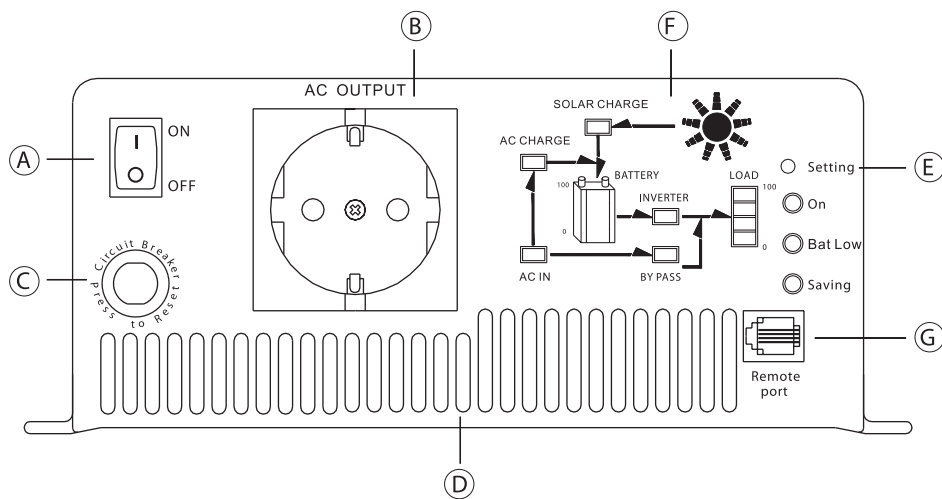

Рисунок 3.1: Передняя панель (TN-3000)
3.1 Передняя панель (см. рис. 3.1)